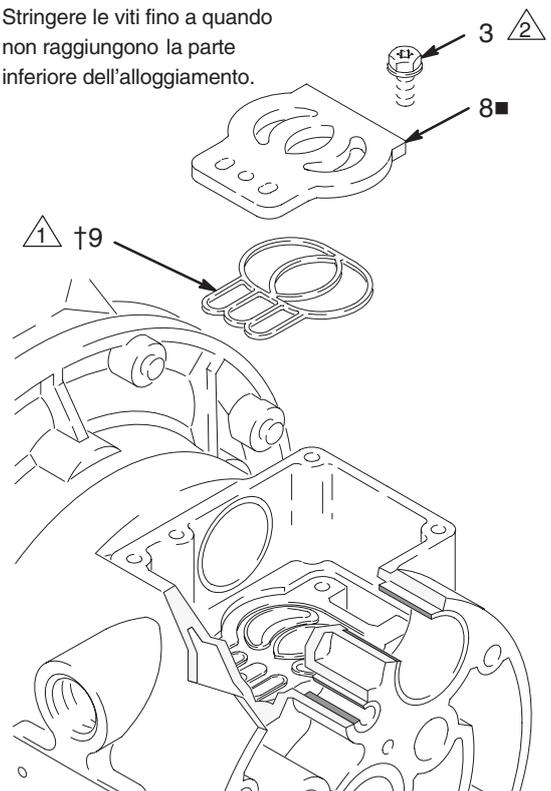

Fig. 11
2. In modelli con corpo centrale in alluminio, installare la guarnizione della piastra della valvola (9†) nel solco nella parte inferiore della cavità della valvola. La parte arrotondata della tenuta **deve essere rivolta a faccia in giù** nel solco. Vedere la Fig.11.